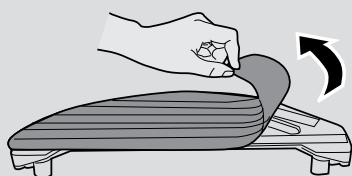

Fig. 13
1. Verwijder de dweildoek van het onderste deel van de watertank. [Fig. 13]